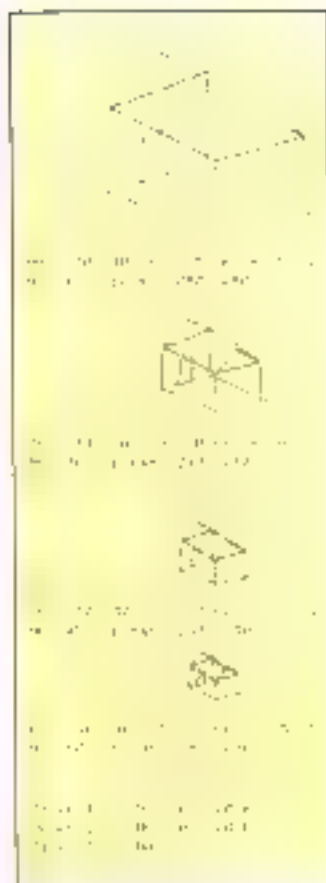

Fig. 12 - Effet du changement de la valeur AN (angle de vision) sur le résultat imprimé.
- 3 (: Angle de vision) c'est l'angle de vision AN en degré qui doit être donné (fig. 12).